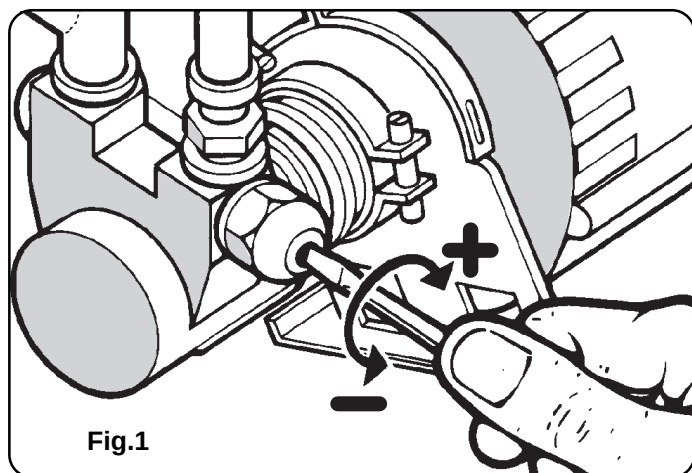

Fig.1
La pompa ha una valvola by-pass che serve per regolare la massima pressione di mandata, la taratura della pressione è stata fatta a 3,5 bars e può essere modificata tramite la vite (G) posta sulla pompa stessa. (vedi fig. 1)